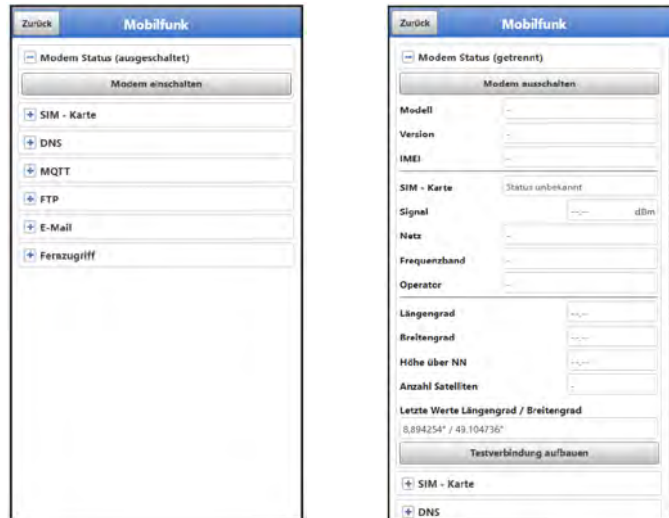

Abb. 43-3 Modem Status
2. So lange warten, bis die Suche des Geräts nach den GPS-Koordinaten (Breiten-/Längengrad) erfolgt ist und diese im Menü (siehe Abb. 43-3) eingetragen sind. Das kann durchaus einige Minuten dauern.